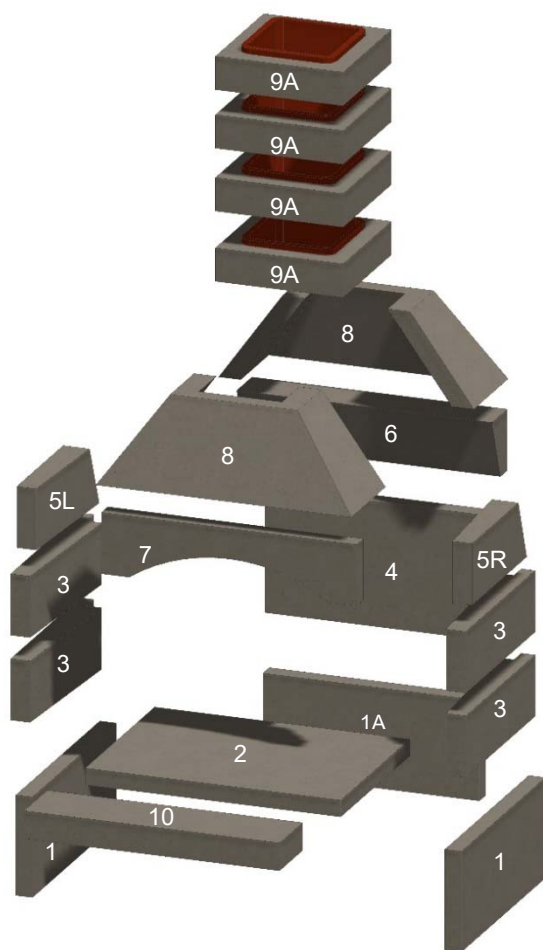
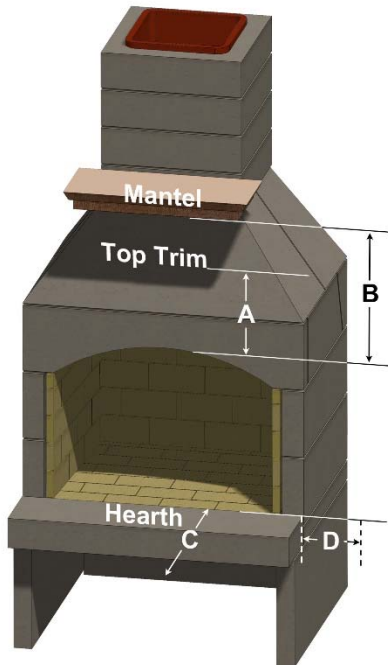

Figura 2. Componentes de la chimenea
Figura 3. Espacios libres (Utilizar con la tabla 2)
La chimenea se entrega como un kit con todos los componentes necesarios para completar la instalación. La disposición de los componentes se muestra en la figura 2. Los componentes se enumeran en la Tabla 1. Las especificaciones y dimensiones de la instalación se muestran en la Tabla 2.
- A. Elementos de la chimenea mostrados en la figura 2 y enumerados en la tabla 1.
Tabla 2: Espacios libres (ver figura 3)
Nota 5: Los revestimientos de arcilla instalados en la sección de humos (elemento 9A, figura 2) cumplen las especificaciones de la sección C315-02 de la ASTM.
Seleccione un lugar en los planos de la casa o en la zona de estar exterior en el que se puedan cumplir todas las distancias mínimas, como se muestra en la Tabla 2 y la Figura 3. Proceda de la siguiente manera. Los números en () son números de posición de la Tabla 1 y la Figura 2. Asegúrese de que la base sobre la que se va a instalar
figura 2 y la tabla 1). En su lugar, instale la chimenea sobre una base sólida, como una plataforma de cemento o bloques de hormigón. Dos hileras de bloques de 8" de altura serán ligeramente más cortas que las patas elevadoras del kit.
Si es la primera vez que instala el Stone Age, se sugiere que primero monte los componentes sin mortero para familiarizarse con el encaje de los mismos. Véase la figura 2.